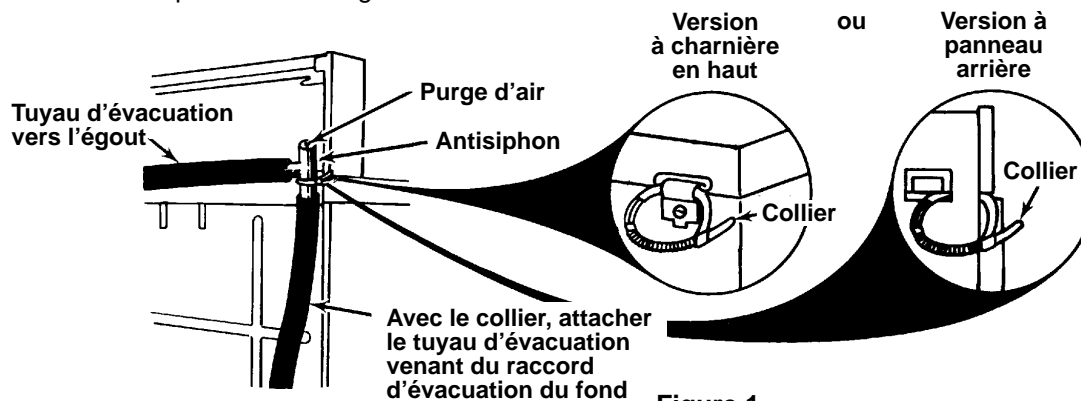

Figure 1
SE REPORTER AUX FIGURES 1, 3 ET 4 POUR IDENTIFIER LE TYPE DE LAVEUSE.
2. Poser l'antisiphon en se servant d'un collier pour le faire tenir en place. Voir la Figure 1.
- 2a. À l'aide du collier fourni, brancher le tuyau d'évacuation sur l'orifice inférieur de l'antisiphon. Voir la Figure 1.
- 3b. À l'aide du collier fourni, brancher le tuyau d'évacuation en plastique sur lequel le manchon a été posé sur l'orifice inférieur de l'antisiphon. Voir la Figure 1.